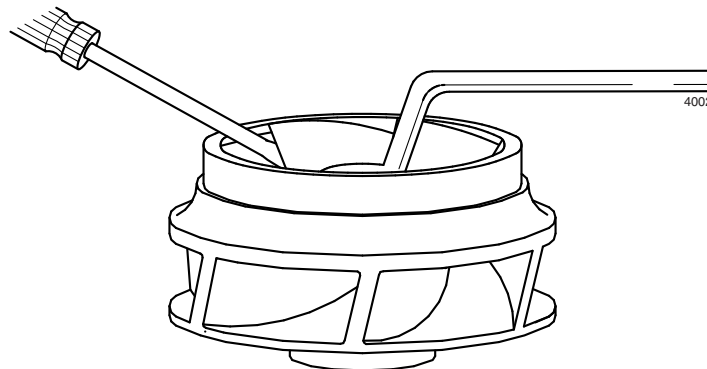

Abbildung 7: Lösen Hutmutter.
- 2 Blockieren Sie das Laufrad (0120) so, daß es sich beim Lösen der Hutmutter nicht mitdreht, siehe Abbildung 7.